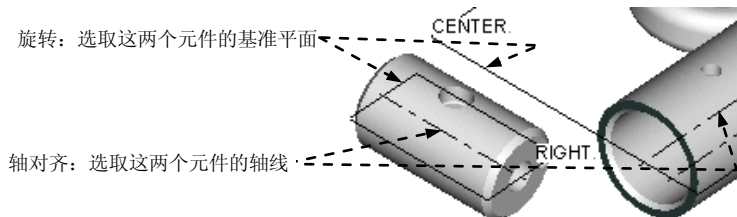

图 12.5.1 装配活塞
(1) 选择下拉菜单“插入(I)” → “元件(C)” → “装配(A)...”命令，打开名为 `piston.prt` 的零件，此时出现“元件放置”操控板。
(2) 创建滑动杆 (Slider) 连接。在“元件放置”操控板中进行下列操作。
① 在约束集列表中选择 滑动杆 选项。
② 修改此连接的名称。单击操控板中的“放置”按钮；在“集名称”文本框中输入此连接的名称“`Connection_1c`”，并按 **Enter** 键。
③ 定义“轴对齐”约束。在“放置”界面中单击 轴对齐项，然后选取图 12.5.1 所示的两条轴线（元件 `Piston` 的中心轴线和元件 `Body` 的中心轴线）。
④ 定义“旋转”约束。分别选取图 12.5.1 中的两个基准平面（元件 `Piston` 的 `RIGHT` 基准平面和元件 `Body` 的 `CENTER` 基准平面），以限制元件 `Piston` 在元件 `Body` 中旋转。